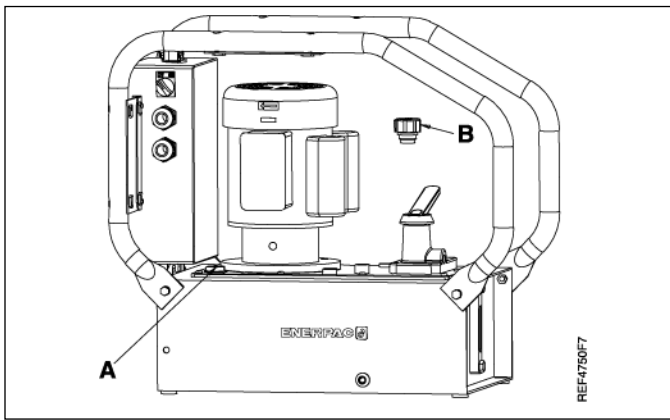

Figura 5
4.5 Válvula de Respiración (Figura 5)